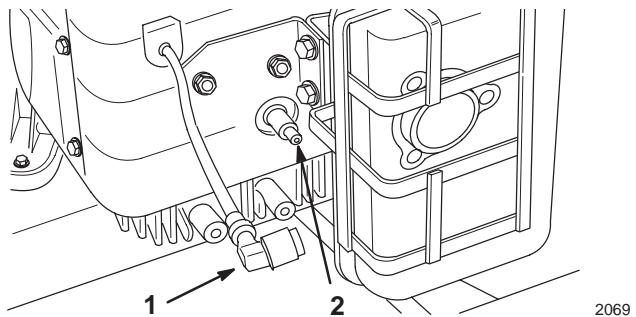

Bild 27
2. Ziehen Sie das/die Zündkabel von der(n) Zündkerze(n) (Bild 27). Reinigen Sie jetzt den Bereich um die Zündkerze(n), um zu verhindern, dass Schmutz in den Motor fallen und Schäden verursachen kann.
3. Drücken Sie den/die Kerzenstecker auf die Zündkerze(n) (Bild 27).